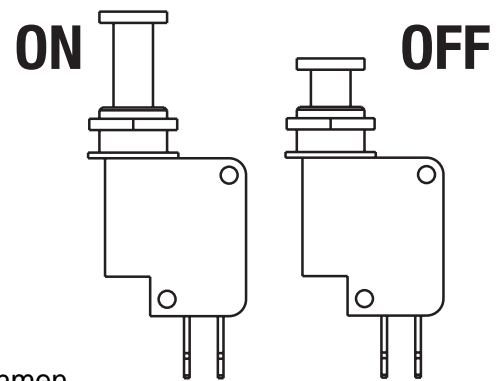

Bild 16
- ➔ Ein/Aus-Schalter rausziehen, dadurch wird der Zündkreis geschlossen, und die Batterie versorgt das Zündsystem mit Energie (Bild 16).
→ Ein/Aus-Schalter eindrücken (siehe Bild 16). Dadurch wird der Zündkreis unterbrochen und der Motor stirbt ab.